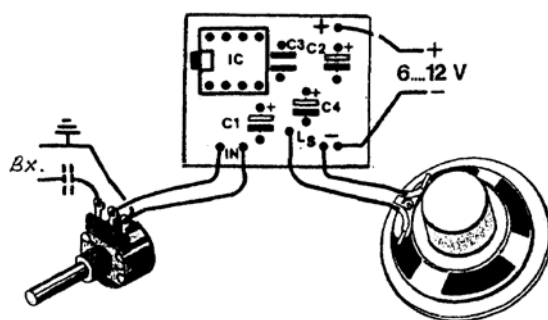

Рис. 3
- подключите к усилителю динамик и источник звукового сигнала (при необходимости регулировки уровня громкости подключите источник сигнала к усилителю через переменный резистор сопротивлением 10...47 кОм как показано на рис. 3)